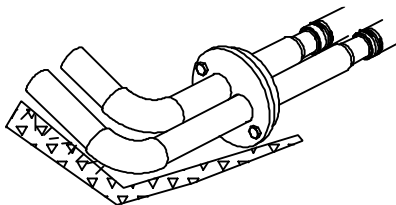

Figura 10
5. Instale los codos de acero en el extremo superior de los niples (Figura 10). Para evitar fugas, cubra con cinta de Teflón todas las uniones roscadas.